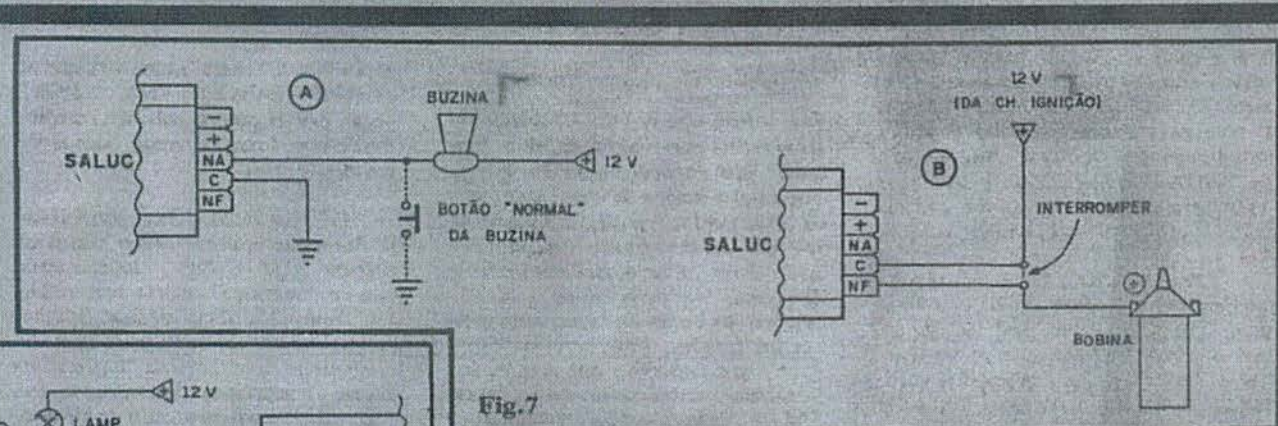

Fig. 7
Já "esboçamos" as funções básicas dos terminais NA-C-NF, no início do presente artigo... Entretanto a fig. 7 dá algumas sugestões "visualmente mastigadas", de modo a facilitar a interpre-
- Acionado o alarme (por uma abertura "não autorizada" de porta, pela vibração ou balanço impostos ao veículo devido à entrada de uma pessoa "intrusa", etc.), durante cerca de 30 segundos a intermitência dos contatos operacionais de Saida controlará a buzina, o sistema de ignição, etc. (fig. 7), à razão de 2 Hz (duas intermitências por segundo). Esgotado o tempo de 30 segundos, se a condição original do sensor tiver sido recomposta, o SALUC estará automaticamente em plantão, novamente...